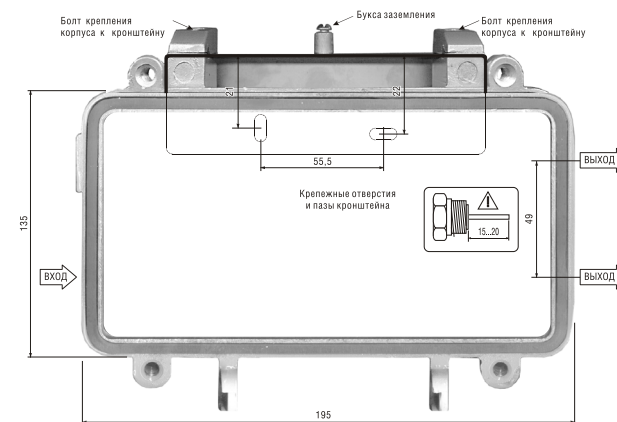

Рис.3. Габаритные и установочные размеры оптических приемников
Расположение и назначение встроенных органов регулировок, а также сменных модулей, представлены на рис. 3. Конструктивно оптический приемник состоит из двух блоков, расположенных в разных половинах литого алюминиевого корпуса. Это блоки оптического приемника и питания.
- 6.3. При монтаже на поверхность, приемники крепят винтами к предварительно установленному кронштейну (смотрите рис. 3). Способ крепления и подготовки отверстий для крепления кронштейна определяется местом установки и материалом поверхности, на которой производится установка.
- наметьте установочные размеры согласно рис. 3, при необходимости подготовьте отверстия для крепления кронштейна усилителя;